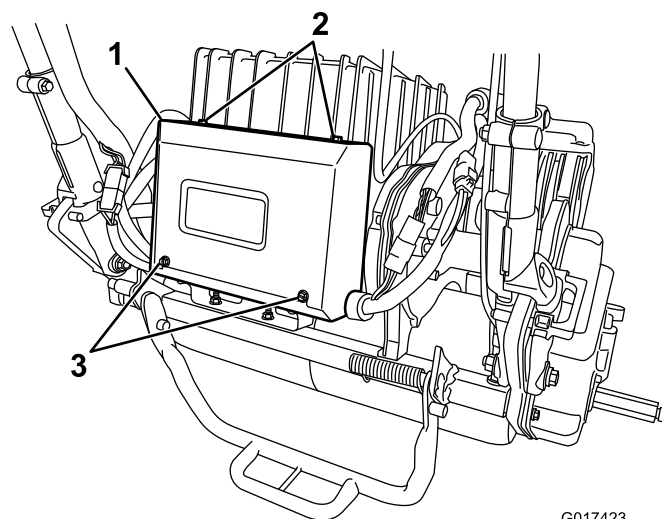

図 36
2. 電気ボックスの後部ねじ2本を取り外し、上側のねじ2本をゆるめて、ボックスカバーを外す図 36。